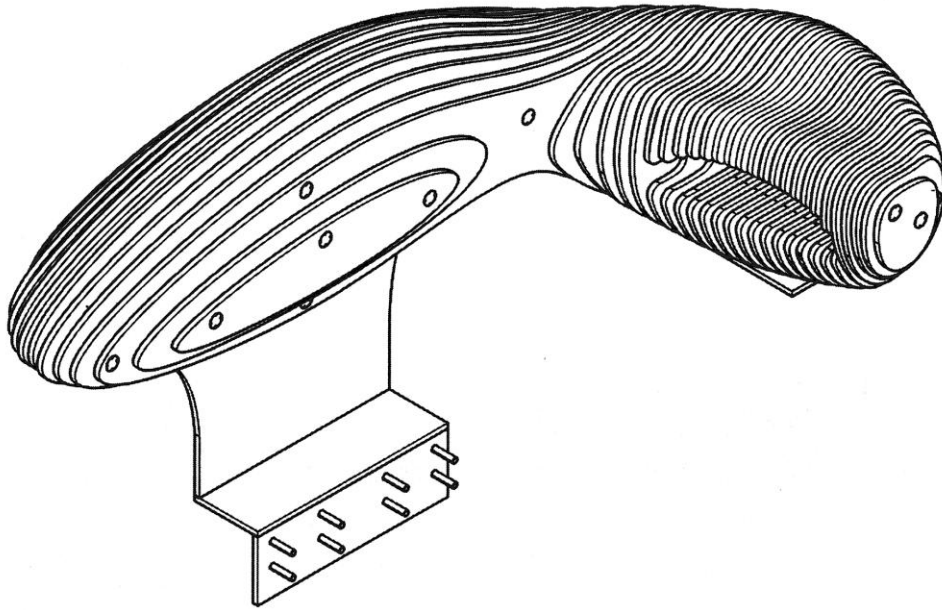

Fig.5
- Fig. 5** – przedstawia wtyczkę w widoku izometrycznym.